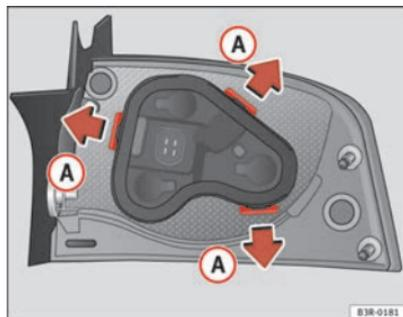

Fig. 212 Lengüetas de fijación en la parte posterior de la unidad de luz trasera
- Desbloquee las lengüetas de fijación ⇒ fig. 212 (A).